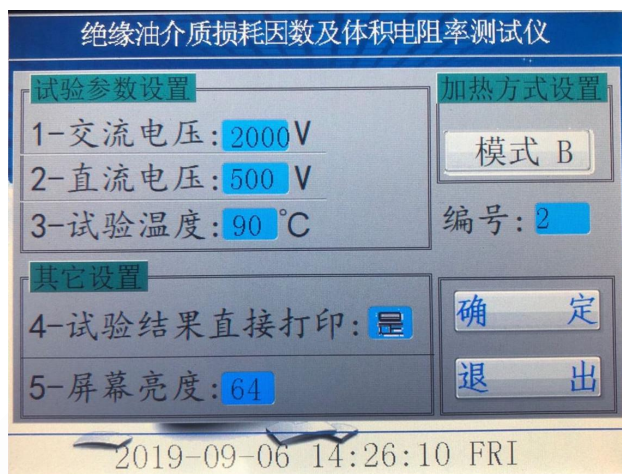
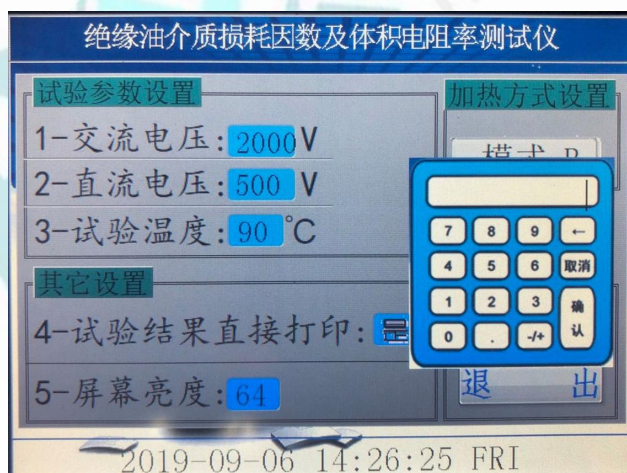

图 4
图 5
- 4、在图 3 界面下，按试验条件键，设备进入下一级菜单如图 4；图 4 中的加热方式设置分为模式 A 和模式 B。模式 A 为快速加热测试，温度升到 90℃后立即测试；模式 B 是精密加热测试，升温到 90℃后会持续加热，然后回落到 90℃，让油杯受热更加均匀，测试温度更准确。编号可以对油样进行油样编号，测试结果中更容易查找被测油样。
5、在图 4 界面中，可以分别对试验参数进行设置，图中是设备的默认参数，如需改动，只要点击需要改动的参数，就会自动弹出一个“小键盘”，如图 5，在小键盘中直接输入需要的参数并点击小键盘上的确认键即可，选择打印的时候只要点击光标处就可以在是和否之间切换。设定好后点击确定即可回到图 3 主界面。